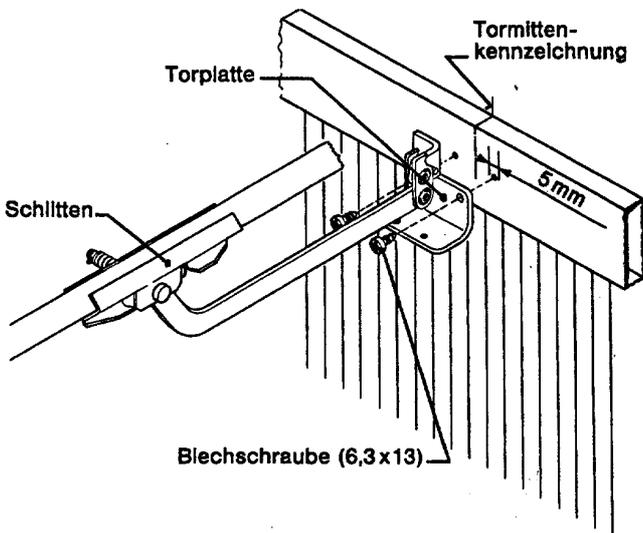

Bild 27
5.23.) Schlitten vom Mitnehmer entkoppeln und Torplatte am oberen Torrahmen symmetrisch zur Tormittlenkennzeichnung mit zwei Blechschrauben (6,3 x 13) (Zubehör) – Bohrloch Ø = 5mm – befestigen (Bild 27).